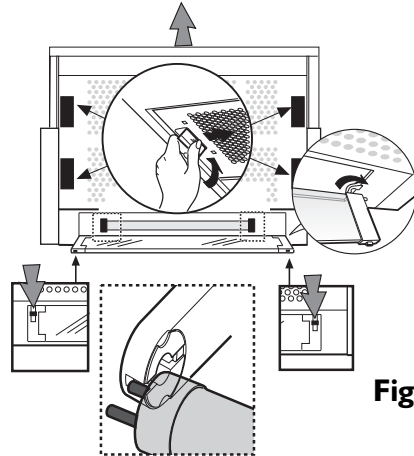

Fig. 1
2. Ouvrez le plafonnier (fig.1).